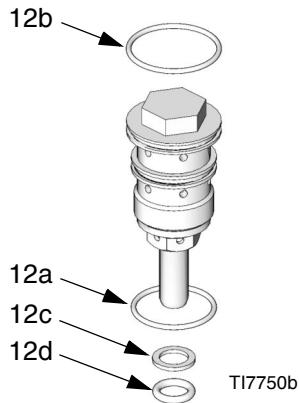

Рис. 13. Тарелка старой конструкции
4. См. Рис. 13. Выкрутите узлы тарелок (12). Небольшие уплотнительные кольца (12c, 12d) могут не выходить вместе с узлами тарелок. Необходимо вынуть эти кольца из верхней заглушки (1) и нижней крышки (3).
6. Нанесите смазку на узлы тарелок (12) и установите на место верхнюю заглушку (1) и нижнюю крышку (3). Затяните винты с усилием 40,6–48,8 Н•м (30–36 футофунтов).